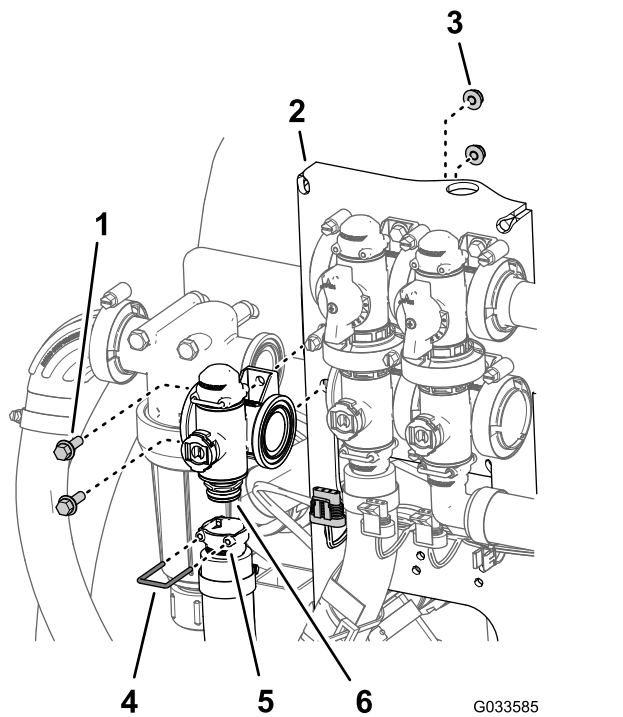

Figure 111
2. Retirez l'étrier qui fixe le raccord de sortie à l'accouplement du collecteur du régulateur de débit (Figure 111).
- Retirez les 2 boulons à embase ($\frac{1}{4}$ " x $\frac{3}{4}$ ") et les 2 contre-écrous à embase ($\frac{1}{4}$ ") qui fixent le régulateur de débit au support, puis déposez le collecteur de la machine (Figure 111).